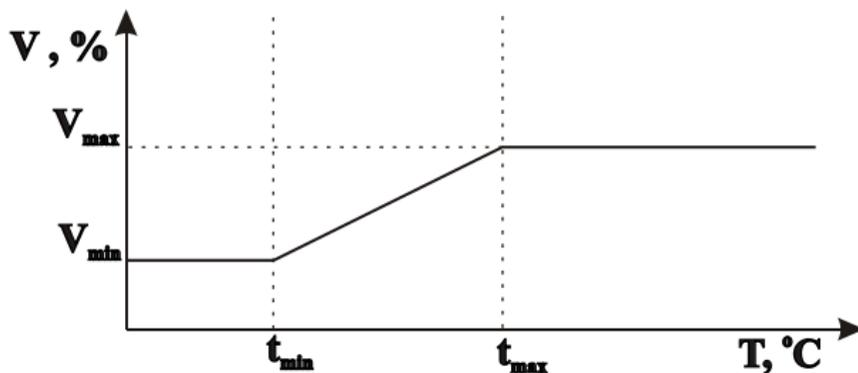
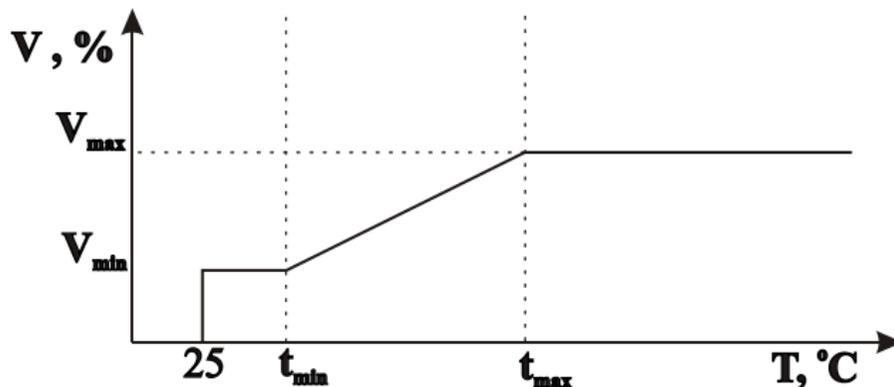

Рис.2 Зависимость скорости вращения вентилятора от температуры.
Рис.3 Зависимость скорости вращения вентилятора от температуры (Профиль 2).
4.6. Прибор осуществляет регулирование скорости вращения вентилятора в зависимости от измеренной температуры в соответствии с выбранным профилем. Графики изображены на рис.2 и 3.
4.7. Кривая регулирования, изображенная на рис.2 соответствует Профилю №1 (П1). Этот профиль включен по умолчанию.
4.8.. Для некоторых типов кондиционеров необходимо, чтобы вентилятор наружного блока при температуре трубопровода ниже +25°C был выключен, а при больших температурах алгоритм его работы совпадал с приведенным на рис. 2. Такому режиму работы вентилятора соответствует Профиль №2 (П2), приведенный на рис. 3.